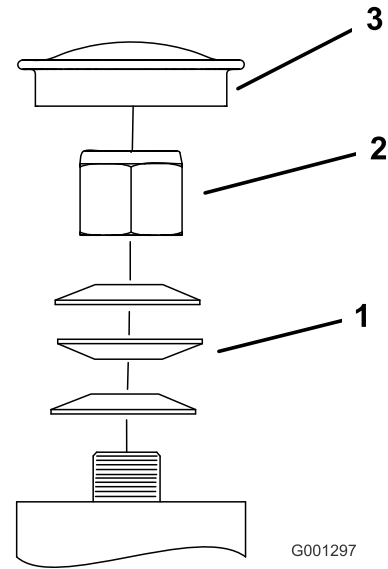

Figure 69
3. Retirez le couvre-moyeu de la roue pivotante et serrez le contre-écrou (Figure 69).
4. Continuez de serrer le contre-écrou jusqu'à ce que les rondelles élastiques soient aplaties, puis desserrez-le d'un quart de tour pour obtenir la précharge correcte des roulements (Figure 69).
Important: Veillez à placer les rondelles élastiques comme montré à la Figure 69.
5. Reposez le couvre-moyeu (Figure 69).